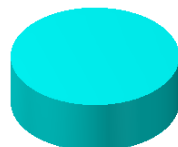

图 5.1.4 状态 1
- 按钮：用于调整创建曲面/实体圆柱的方向，其有三种状态，分别为 、 和 ，如图 5.1.4~图 5.1.6 所示。